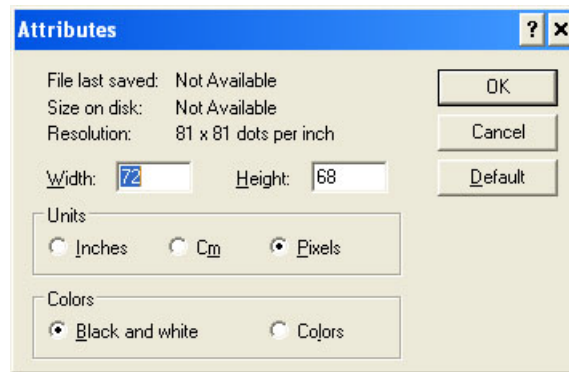

Figura 5-45: Atributos da imagem
- c. Selecione o formato da cor da imagem como Preto e Branco.(Ver Figura 5-45)